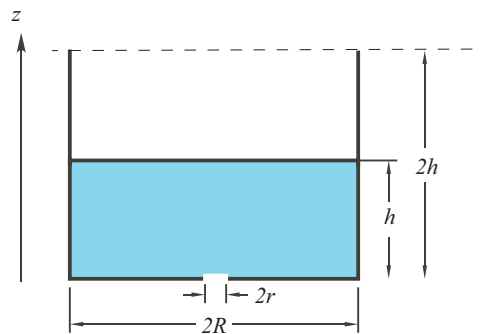

FIGURE 2 – Vidange d'un récipient.
**Exercice 2** Le fond d'un récipient cylindrique, de rayon  $R$  et hauteur  $2h$ , est percé à la base d'un trou circulaire de rayon  $r$ . Initialement, le récipient est à moitié plein (voir figure 2).